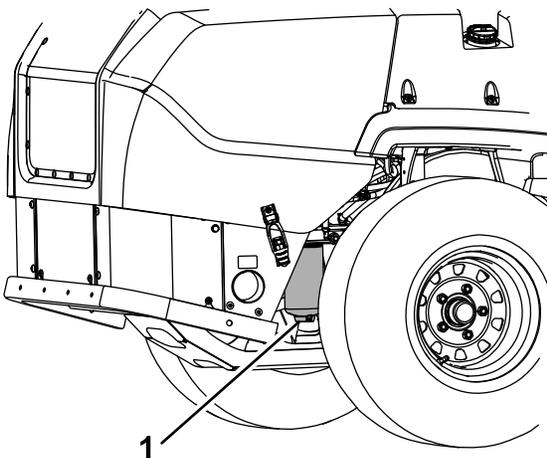

Bild 44
4. Öffnen Sie die Ablassschraube am Wasserabscheider um ca. eine Umdrehung, damit das Wasser und andere Verunreinigungen ablaufen können (Bild 44).